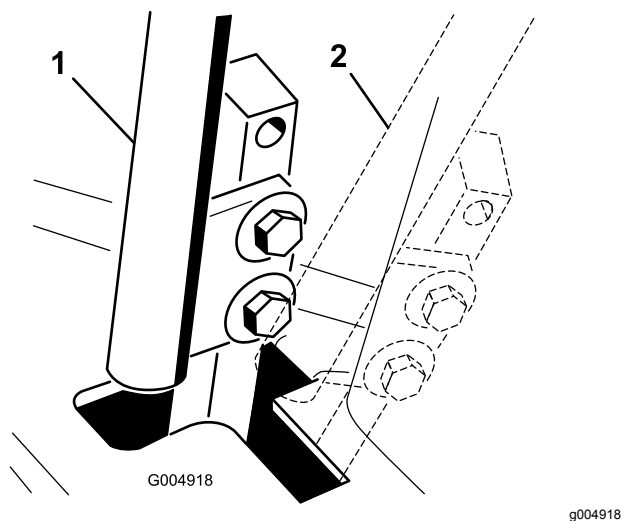

Figure 50
4. Placez le levier de commande au POINT MORT, sans le verrouiller (Figure 50).
6. Vérifiez la position du levier par rapport au cran de la console (Figure 50).